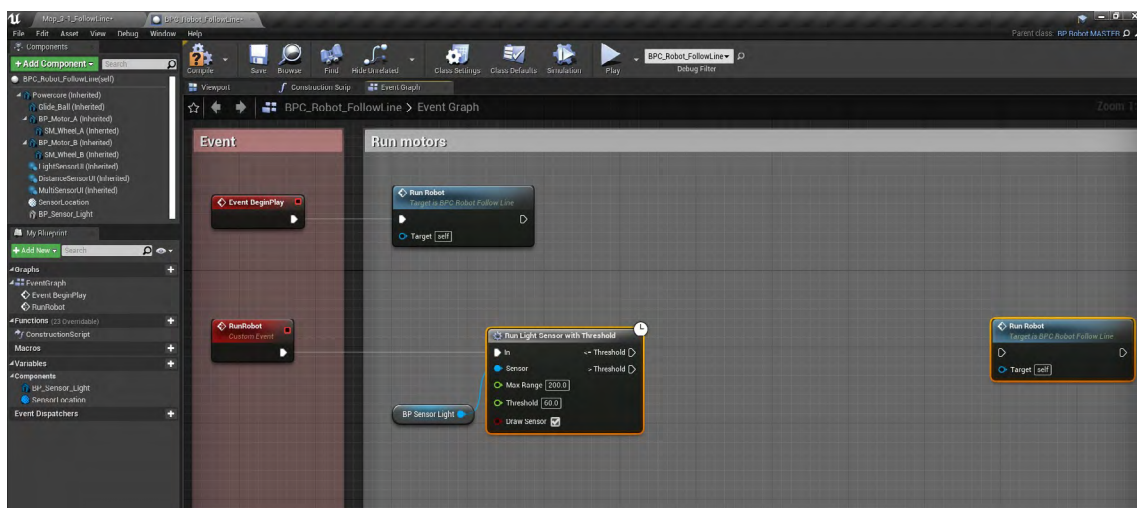

図 3-29
- **Run Robot** ノードを選択してもっと右側に動かします (図 3-29 を参照)。